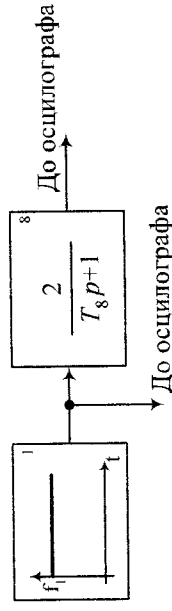

Рис. 2
2. Зібрати модель аперіодичної ланки за схемою, що зображена на рис. 2.